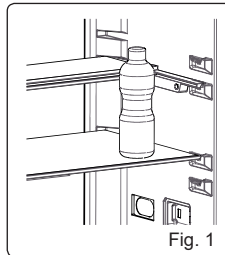

Fig. 1
- Tryk på glashylden for at dække den. (Fig. 1)
- Du kan bringe hylden tilbage til sin normale position ved at trække den mod dig selv. (Fig. 1)